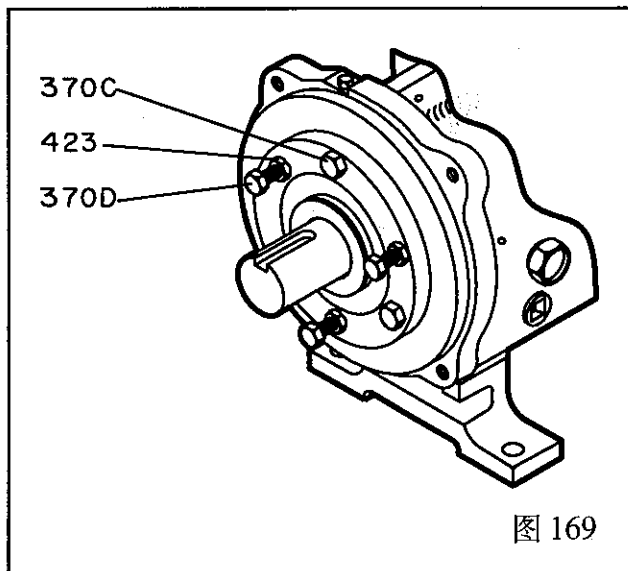

图 169
5. 拧松紧固螺栓(370C)及推顶螺栓(370D) (图 169)。用塞尺测量叶轮(101)和密封腔/填料函(184)之间的间隙。当间隙达到 0.030 英寸 (0.76mm) 时, 拧紧紧固螺栓(370C), 推顶螺栓 (370D) 以及锁紧螺母 (423) (图 169)。